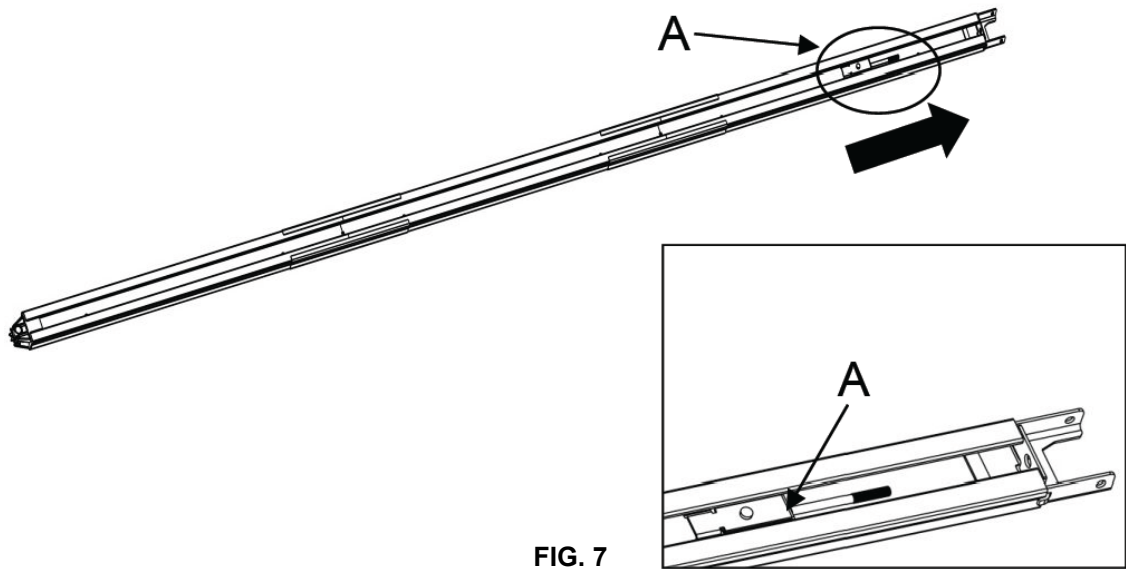

FIG. 7
- Jak przedstawiono to na fig. 7, pociągnąć pręt gwintowany „A” razem z łańcuchem wewnętrznym aż do końca szyny górnej.